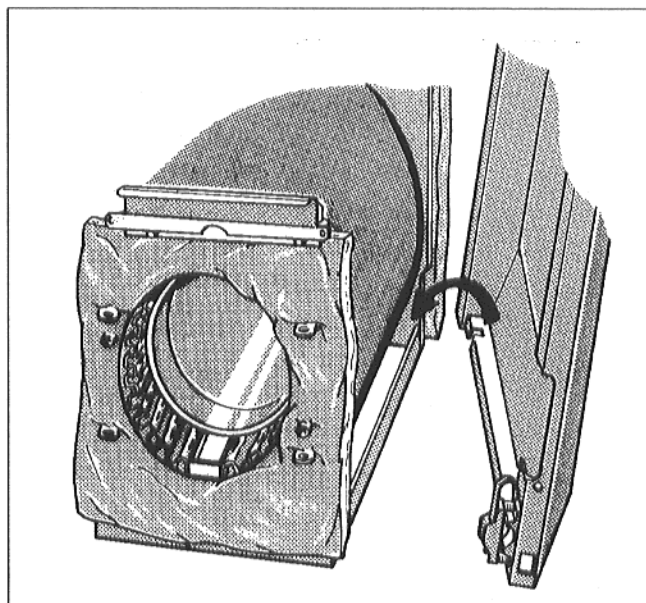

Рис. 11
- Левую и правую боковую стенку вставить нижней окантовкой в угловую планку рамы котла (Рис. 11).